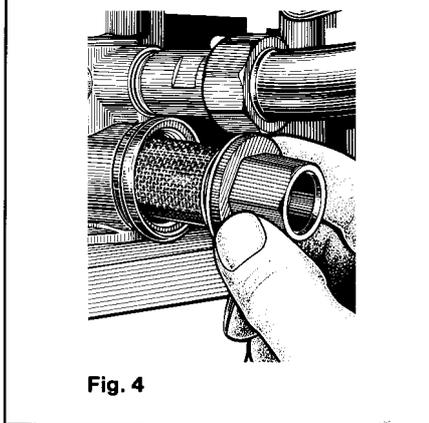

Fig. 4
- Sfilare la testa del rubinetto con il filtro (fig. 4).